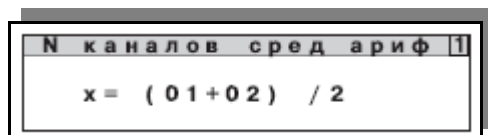

Рисунок 2.27. — Изображение окна «N каналов сред ариф».
Для определения среднего арифметического однотипных параметров из меню КАНАЛ *tn* войти в подменю N КАНАЛОВ СРЕД АРИФ. При помощи кнопок «▲», «▼», «◀», «▶» ввести значения однотипных параметров t_{x1} , t_{x2} для формулы (2) (см. п.1.3.2 части 1 руководства) и нажать ВВОД для подтверждения выбора, либо МЕНЮ для его отмены, рисунок 2.27. Параметр применяется только для типа канала **N каналов сред ариф.**